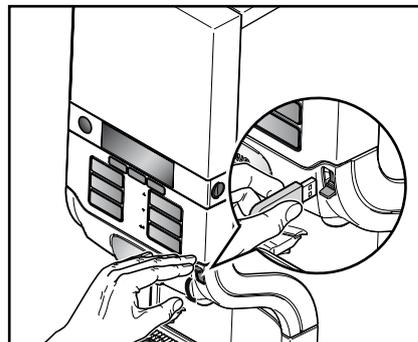

図23
- ・ 一時的に飲み物を抽出できるようにするために、USBロック解除キーを装置のUSB接続部に差し込んでください。(図23)